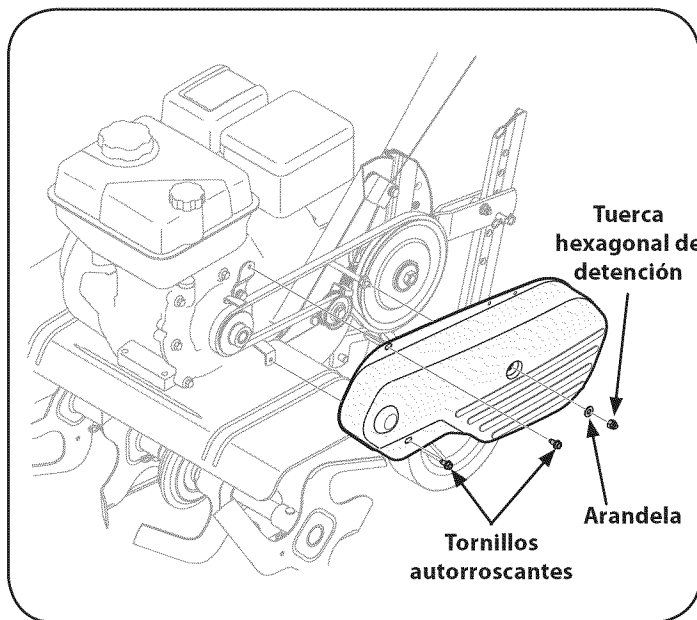

Figura 27
1. Retire la cubierta de la correa desde el lado izquierdo de la cultivadora retirando los dos tornillos autorroscantes y la tuerca hexagonal y la arandela. Vea la Figura 27.